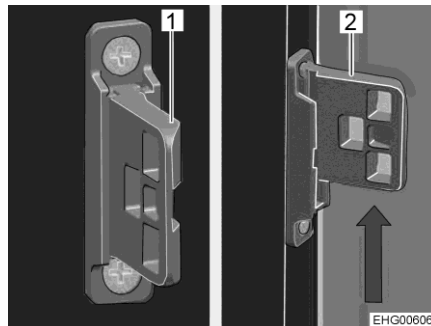

Fig. 168 Dispositivo di chiusura
- Spingere il dispositivo di chiusura verso l'alto (Fig. 168,2).
- Spingere il dispositivo di chiusura verso il basso (Fig. 168,1).